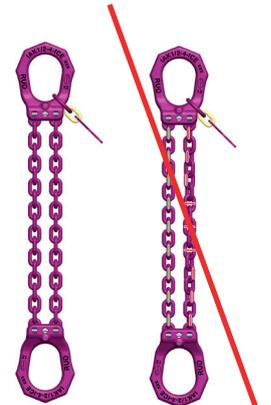

Fig. 3 :
- Les élingues en chaîne doivent toujours être montées sans torsion, nœud ou pli (Fig. 3). Dans le cas de chaînes parallèles, celles-ci doivent toujours avoir la même orientation des maillons.